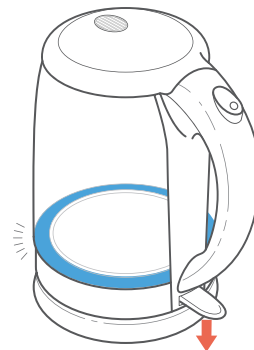

Figure 1.3
5. Appuyez sur **l'interrupteur Marche/Arrêt**. Le témoin lumineux bleu s'allumera. [Figure 1.3]